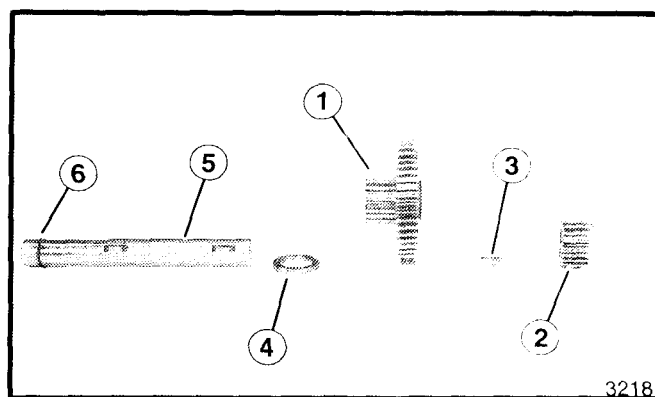

Figura 35. Albero di entrata
8. Rimuovere gli ingranaggi, la chiavetta e il distanziatore dall'albero di entrata (vedere figura 35).